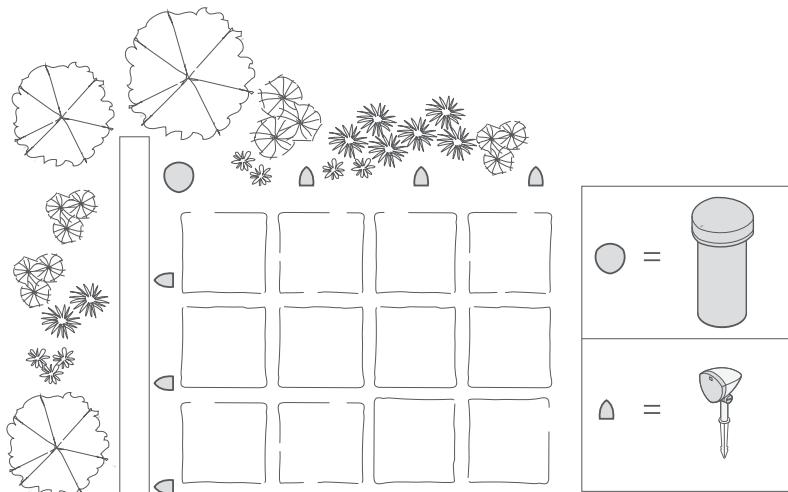

Figure 1
- Placez le subwoofer aussi près que possible du centre des satellites pour un équilibre de fréquence optimal entre le subwoofer et les satellites (voir l'exemple de disposition à la Figure 1).